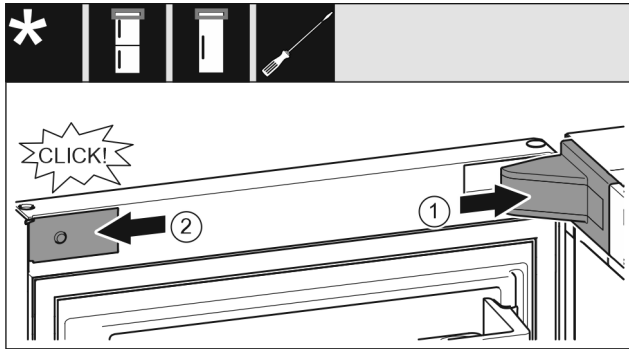

Fig. 19
- ▶ Lagerbockabdeckung aufsetzen und einrasten, ggf. vorsichtig auseinanderdrücken. Fig. 19 (1)
- ▶ Blende seitlich ansetzen und einrasten. Fig. 19 (2)